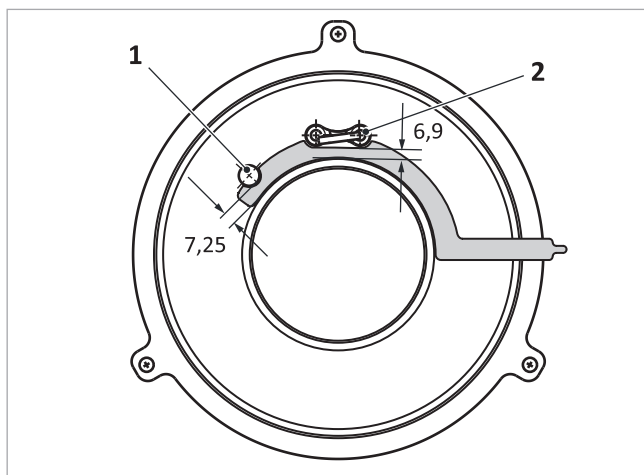

Fig. 39: Distancias entre los electrodos de ionización y de encendido y el quemador piloto
- Electrodo de ionización → Fig. 39 (1): 7,25 mm
- Electrodo de encendido → Fig. 39 (2): 6,9 mm